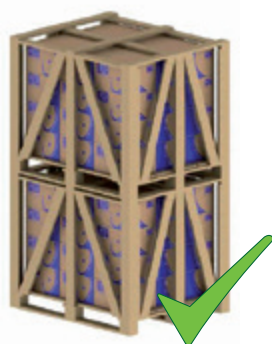
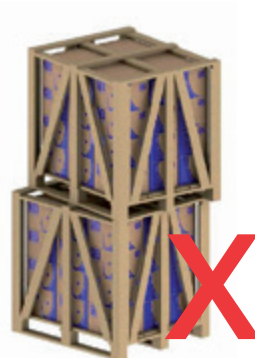

Bild 5.1 - Richtig gestapelt.
Bild 5.2 - Falsch gestapelt.
- 2) Die Verpackungen immer genau aufeinanderstapeln (siehe Bild 5.1 und Bild 5.2);